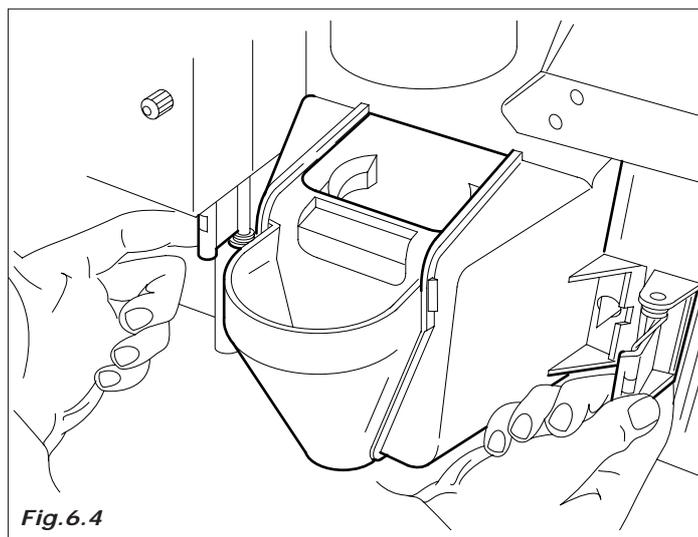

Fig. 6.4
- ventana y soporte de dispensación del producto (Fig.6.4)